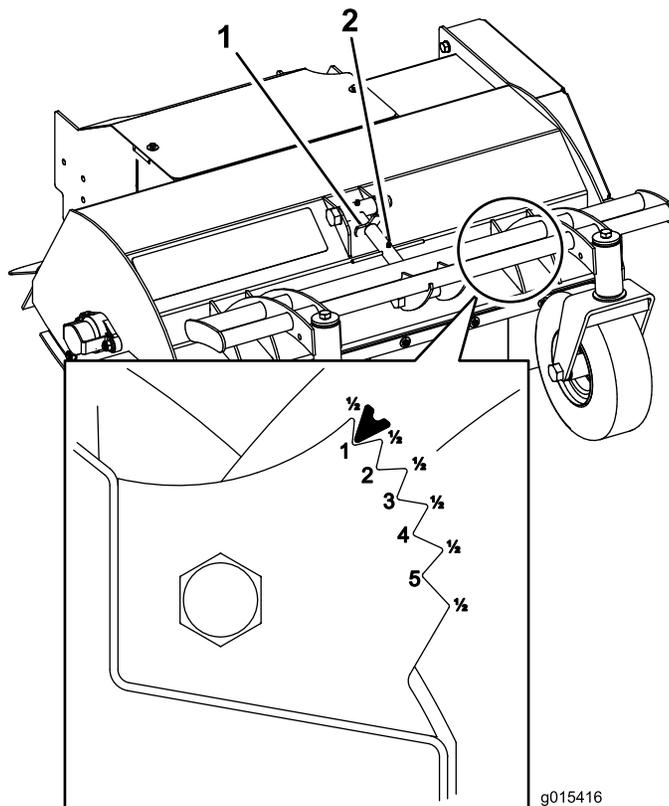

Figure 3
3. Tenez-vous face à l'avant de la tondeuse et ouvrez le verrou du tendeur (**Figure 3**).
4. Tournez le tendeur dans le sens horaire pour abaisser la hauteur de coupe et dans le sens antihoraire pour la hausser jusqu'à la hauteur voulue sur la jauge de hauteur de coupe (Figure 3).
5. Réglez le verrou du tendeur pour bloquer le réglage de hauteur de coupe (Figure 3).